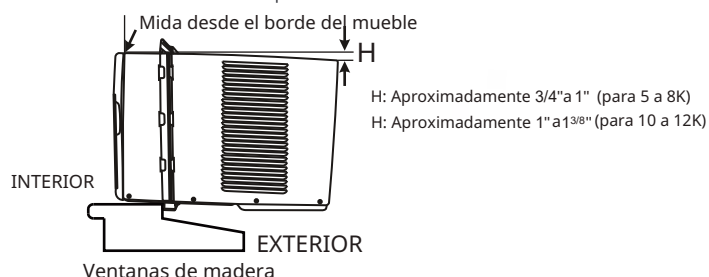
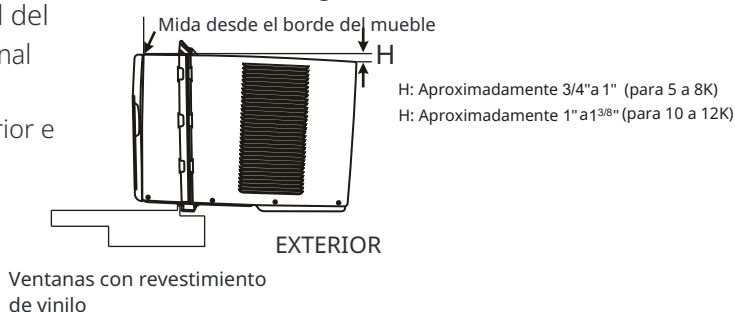

Fig.5A
Fig.5B
- A. Mantenga un agarre firme en el aire acondicionado, coloque cuidadosamente la unidad en la abertura de la ventana para que la parte inferior del marco del aire acondicionado esté contra el alféizar de la ventana (Fig.5A y Fig.5B). Cierre cuidadosamente la ventana detrás del riel superior de la unidad.
NOTA: Compruebe que el aire acondicionado está inclinado hacia atrás alrededor de H (Fig.5A y Fig.5B) (inclinado alrededor de 3° a 4° hacia abajo hacia el exterior). Después de la instalación adecuada, el condensado no debe drenar del orificio de desbordamiento durante el uso normal, corrija la pendiente en caso contrario.